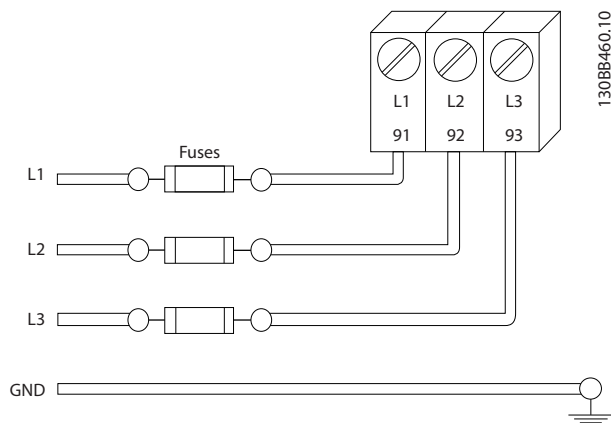

図 2.4 周波数変換器ヒューズ
- すべての周波数変換器は短絡および過電流保護を備えている必要があります。入力ヒューズが保護のために必要です。図 2.4 を参照してください。工場で装備されない場合、ヒューズはインストレーションの一部として設置作業者によって取り付けられます。10.3.1 保護の最大ヒューズ定格を参照してください。
- すべての周波数変換器は短絡および過電流保護を備えている必要があります。入力ヒューズが保護のために必要です。図 2.4 を参照してください。工場で装備されない場合、ヒューズはインストールの一部として設置作業員によって取り付けられます。10.3.1 保護の最大ヒューズ定格を参照してください。